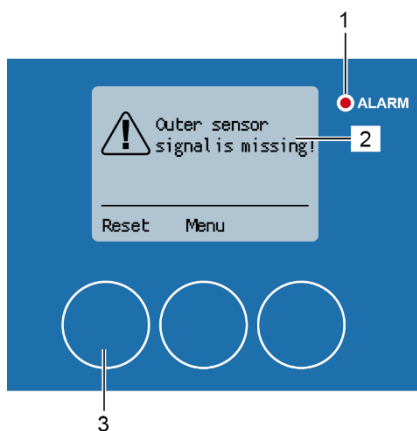

Figura 195: Alarma de la señal del sensor exterior
El mensaje de alarma «¡Error de señal del sensor interior» (Figura 195/2) aparece durante el proceso de limpieza si hay un problema con el sensor de proximidad del perímetro del rotor. El indicador LED rojo de alarma (Figura 195/1) se enciende.
2. Restablezca el mensaje de alarma pulsando [Restablecer] (Figura 195/3).
Si se restablece el mensaje de alarma sin solucionar el problema que haya dado lugar al error, el mensaje de alarma volverá a aparecer. Se puede acceder al menú «1 Menú principal» a través de [Menú] (Figura 195/4), p. ej., para comprobar el estado de la señal de los sensores de proximidad del perímetro del rotor. ➔ Capítulo 6.5 Indicaciones de estado en la página 89.